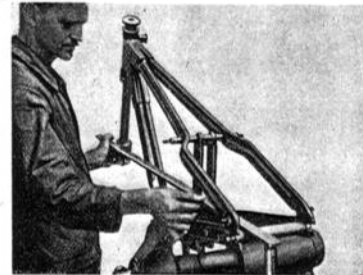

Bild 204. Prüfen des Rahmens mittels Prüfdorn und Lineal auf symmetrische Lage aller Teile
8. Lineal (ca. 40x10x1525 mm) an Prüfdorn und Hintergabelenden so anlegen, wie Bild 204